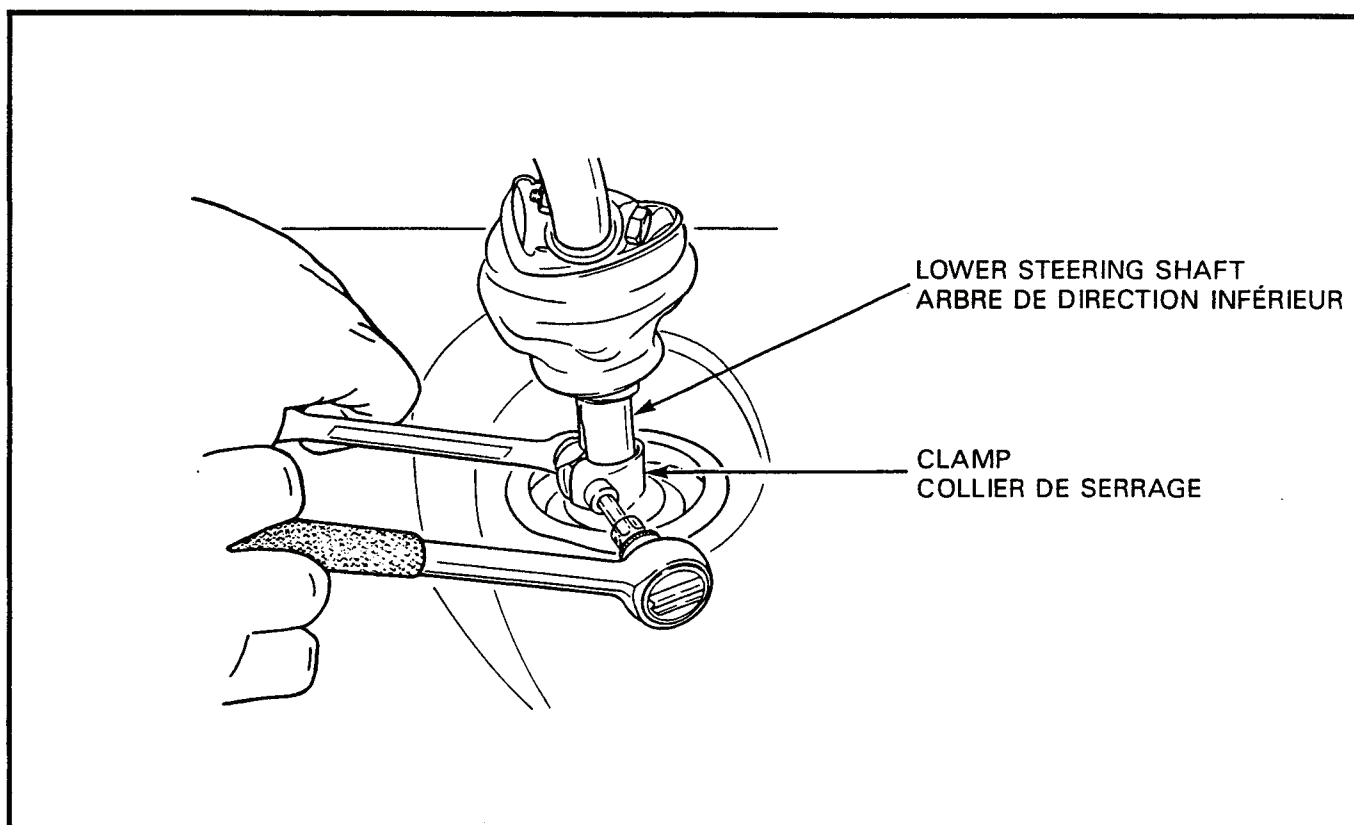

Figure 4-1-4 Clamp on Lower Steering Shaft
- c. Remove the socket head bolt and nut from the lower steering shaft, see Figure 4-1-4. Spread the clamp slightly and remove the clamp from the shaft.
- c. Enlever le boulon à tête creuse et l'écrou de l'arbre de direction inférieur, voir figure 4-1-4. Ouvrir légèrement le collier de serrage et l'enlever de l'arbre.